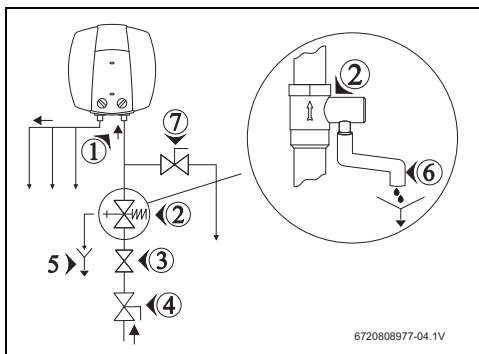

Рис. 9 Подключение воды (модель ES...5MOWIV-B)
- ▶ Установите предохранительный клапан на подводе холодной воды к бойлеру (→ рис. 9 и 10).
Если давление воды превышает 80% от максимально допустимого давления бойлера (6,4 бар), то установите редукционный клапан (→ рис. 9). При повышении давления в бойлере более 6,4 бар срабатывает предохранительный клапан. Вода, вытекающая из клапана, должна отводиться.
- ▶ Закройте водопроводный кран (→ рис. 9).